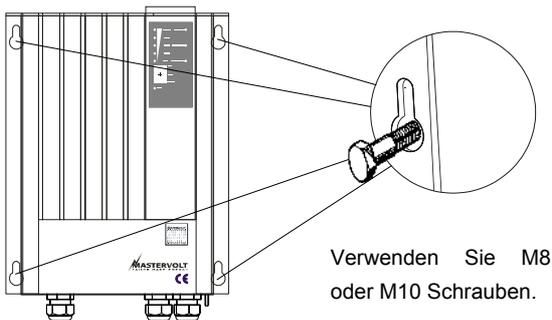

Abbildung 14
- Schließen Sie sowohl die Erde (PE/GND) und den Nullleiter (N) des AC-Ausgangs des Mass GI an den Erdungspunkt an, Abbildung 14. Dieser Erdungspunkt muss an den zentralen Erdungsanschluss des Schiffes angeschlossen sein, der mit dem Rumpf des Schiffes verbunden ist.
- Schließen Sie die AC-Last an den AC-Ausgang (Abbildung 14) an.